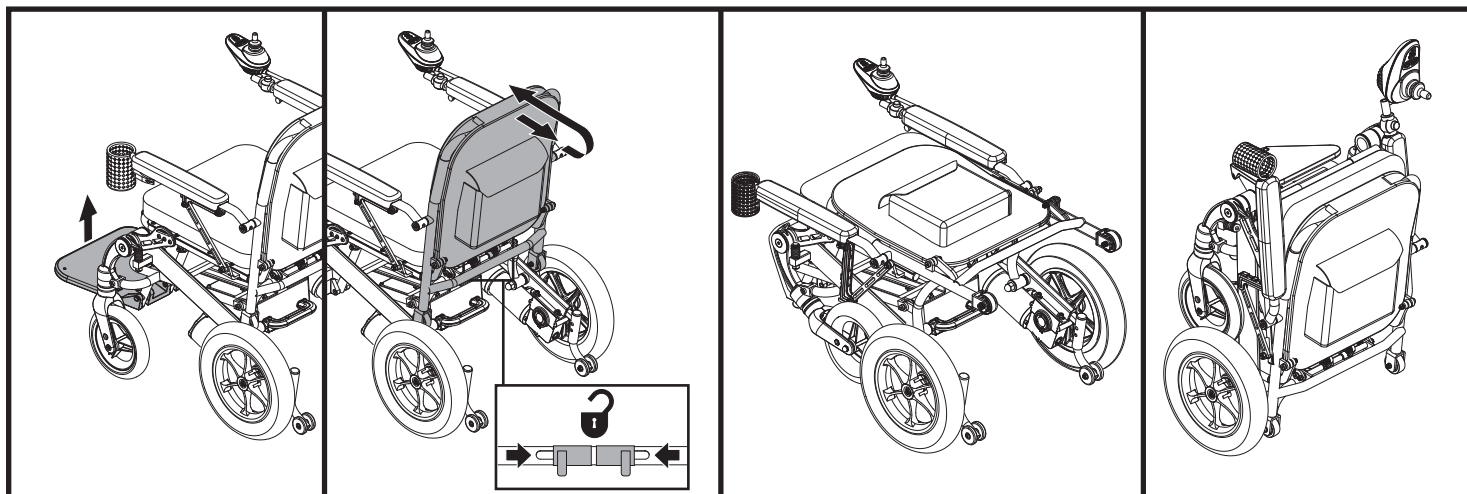

Figura 7. Plegar el Jazzy® Passport
3. Coloque una mano sobre la parte superior del respaldo y jálela hacia usted mientras aprieta los pasadores del mecanismo de bloqueo a la vez. **Vea la figura 7.**